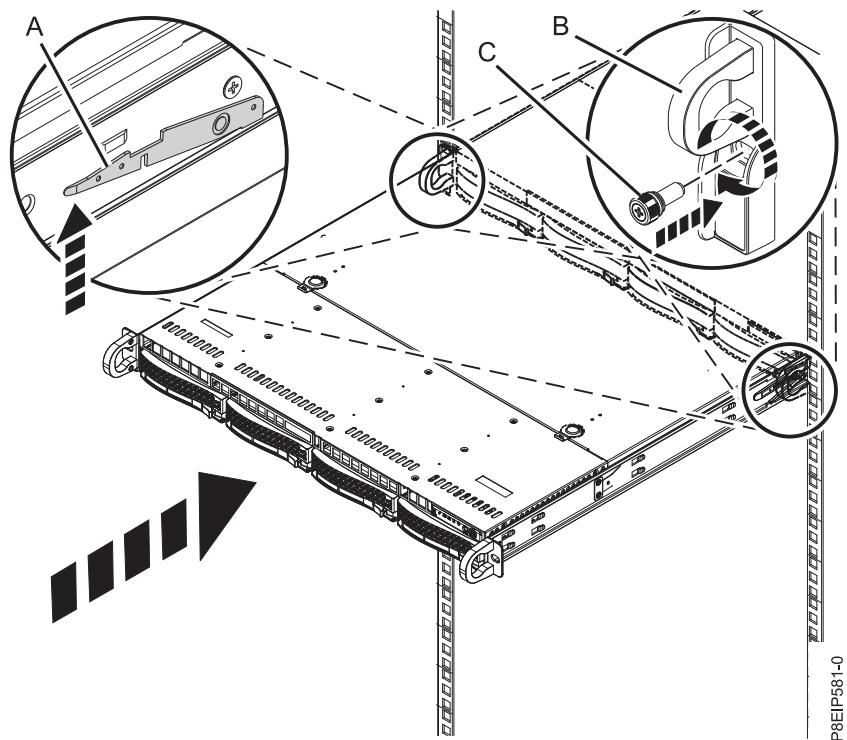

図 85. システムの操作位置への設置
4. レール安全ラッチ (A) を上方に持ち上げて解放し (図 85 を参照)、システムをラックに完全に押し込みます。